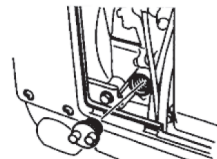

Рис. 26
- в) Открутите крышку заливной горловины (Рис. 26).